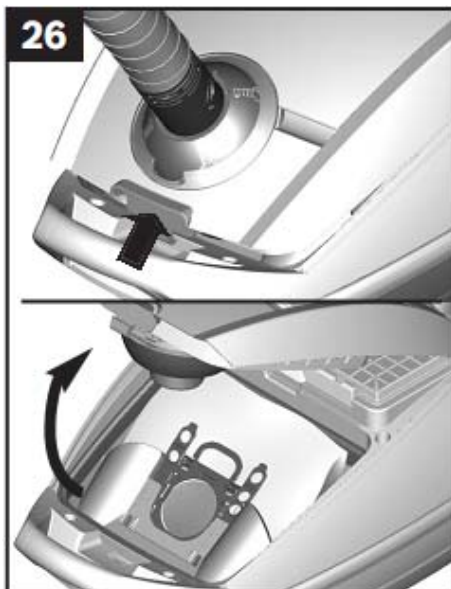

Рис. 26
- Відкрийте кришку відсіку пилозбірника (Рис. 26).